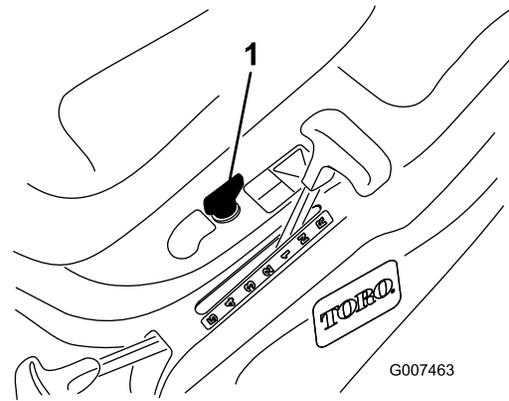

Bild 13
Hilfe des KeyChoice-Schalters bei der Sitzhalterung deaktivieren (Bild 13).
2. Stecken Sie den KeyChoice-Schlüssel in das Zündschloss (Bild 13).